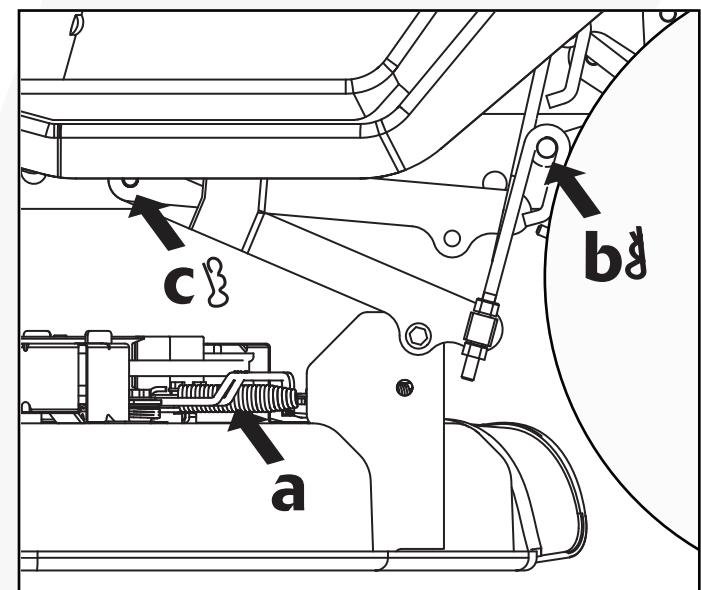
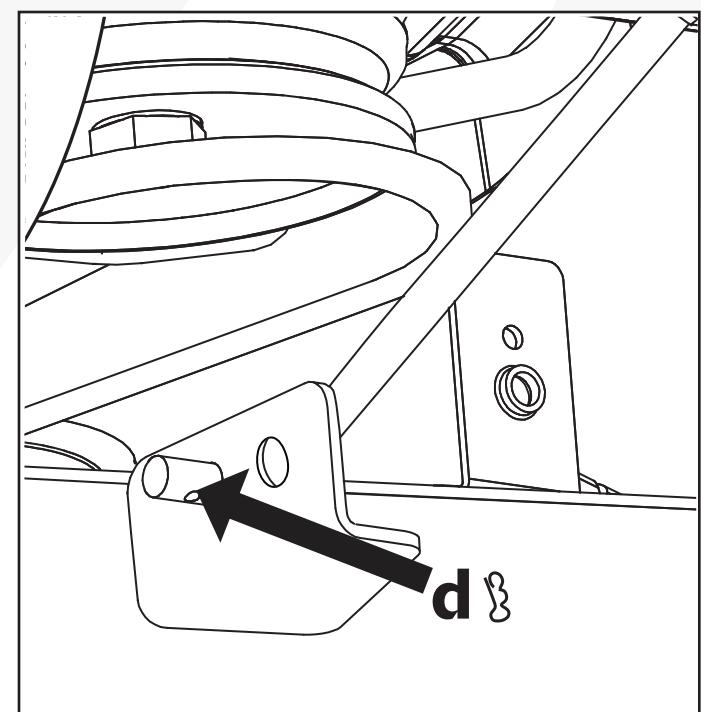

Fig. 28
Fig. 29
4. Desconecte el muelle del cable (a, Fig. 28) que une la plataforma al tractor.
5. Retire los 5 pasadores de enganche, 2 a la izquierda (b y c, Fig.28), 2 a la derecha (en la misma posición que se muestra a la izquierda) y 1 en la parte delantera (d, Fig. 29) que fijan la plataforma en su lugar.